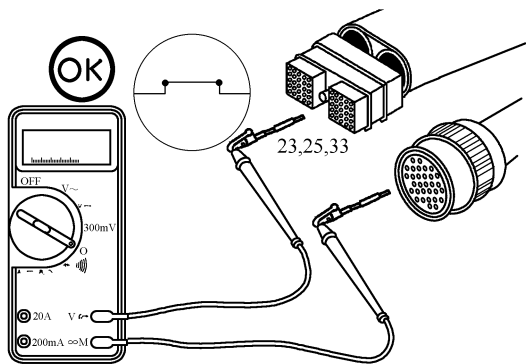
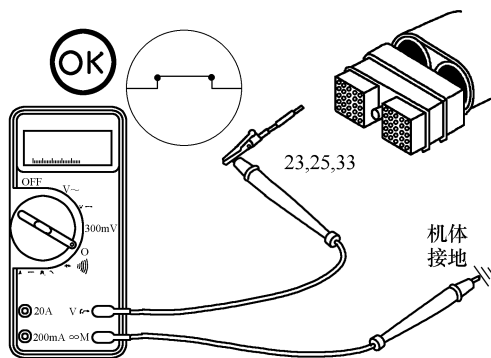

图 5-63 分别测量触针 23、25、33 与横隔板线束插头相应触针间的电阻
图 5-64 分别测量触针 23、25、33 与机体间的电阻
(1) 电阻检查 从 ECM 上断开 OEM 线束插头，分别测量 ECM 上插头触针 23、25、33 与横隔板线束插头相应触针之间的电阻(图 5-63)，均应小于 10Ω ，即显示闭路。如果电路不是闭路，应维修或更换线束。
(2) 检查是否对地短路
① 从 ECM 上断开 OEM 线束插头，将 ISC 开关转到中间断开位置，分别测量触针 23、25、33 与机体间的电阻(图 5-64)，均应大于 $100\text{k}\Omega$ 。